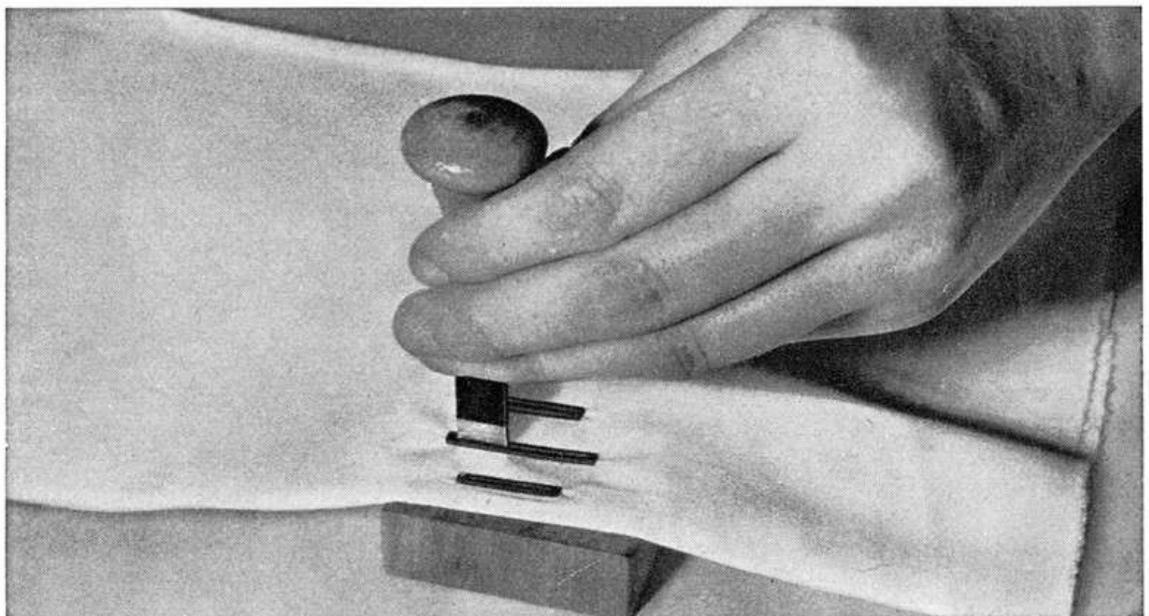

Abb. 43
Das genähte Knopfloch wird auf die Holzunterlage gelegt und mit dem Knopflochmesser durchgeschnitten (Abb. 43).
13. Zum Schluß legt man die Arbeit auf die Holzunterlage und durchsticht den Stoff innerhalb der beiden Raupen. Siehe Abb. 43.